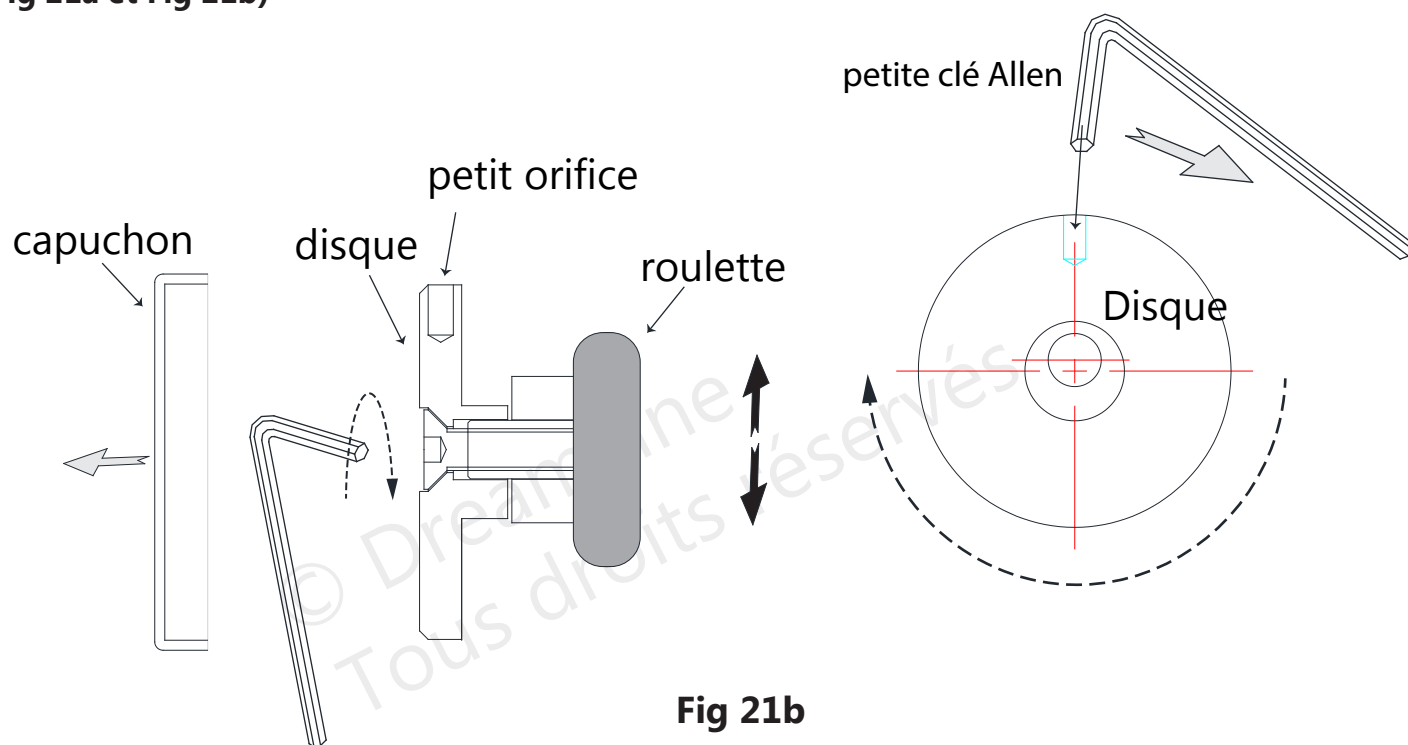

Fig 21b
- Insérez la petite clé Allen ou un outil similaire dans le petit trou situé sur le bord du disque d'ajustement pour faciliter la rotation du disque (voir Fig. 21b) et inclinez la porte vitrée pour la sceller avec le vinyle bombé du profilé mural.
(Fig 21a et Fig 21b)